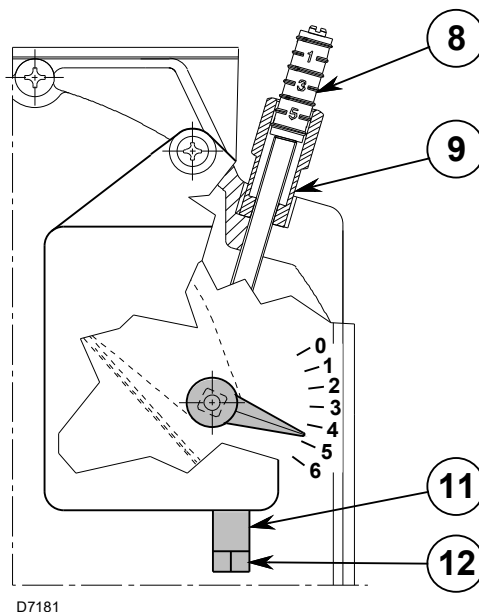

Fig. 15
O primeiro arranque deve sempre ser realizado agindo-se no parafuso 12)(Fig. 15), de modo que o índice da posição da comporta de ar de 1° estágio seja superior à marca 1 (calibragem de fábrica da marca 1).
- Afrouxe a porca 9) e aja no parafuso 8)(Fig. 15) para regular o caudal de ar de 2° estágio (consulte os valores de CO₂ mostrados na Tab. T).
- Regule o 1° estágio agindo no parafuso 12) após ter afrouxado (*sentido horário*) a porca 11)(Fig. 15), consultando a tabela abaixo para obter os valores de CO₂.
- Uma vez alcançada a regulação ideal, bloqueie (*sentido anti-horário*) a porca 11)(Fig. 15). Na parada do queimador, a comporta de ar, por efeito do seu peso, fecha-se automaticamente, até uma depressão máxima na chaminé de 0,5 mbar.